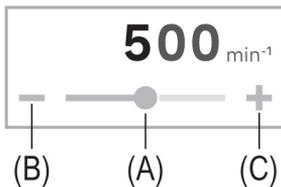

Figure 11.
Faites glisser le curseur (A) ou touchez [-] (B) ou [+] (C) (Figure 11).